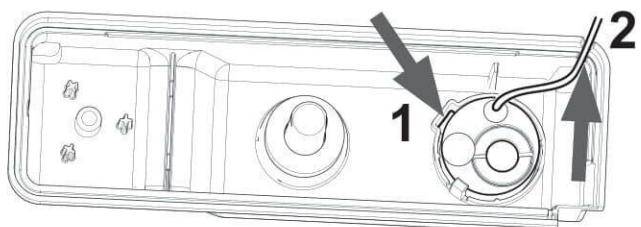

Fig. 9
2. Поставьте резервуар для воды в раковину и открутите его колпачок, поворачивая против часовой стрелки (см. рис. 9).